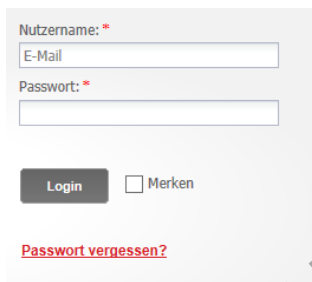

Abbildung 2: Login-Fenster
- 4 Wenn die Nachricht "Nutzer erfolgreich erstellt. Bitte klicken Sie hier, um sich anzumelden" erscheint, dann klicken Sie auf "Bei SolarEdge anmelden". Das Fenster für den Login wird angezeigt (Abbildung 2).